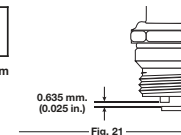

Fig. 21
3. Remplacez toute bougie fendillée, encrassée ou sale. Réglez l'écartement à 0,635 mm (0,025 po) à l'aide d'une jauge d'épaisseur (Fig. 21).